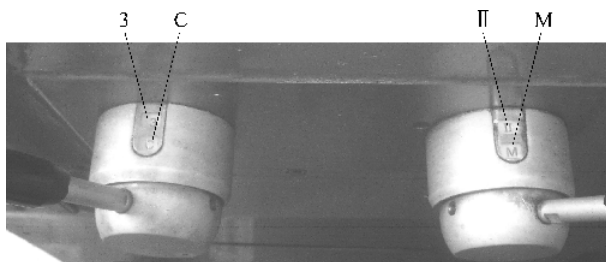

图 1-9 进给手柄位置
② 拨动进给手柄至对应转速位置(M、II、C、3),如图 1-9 所示。